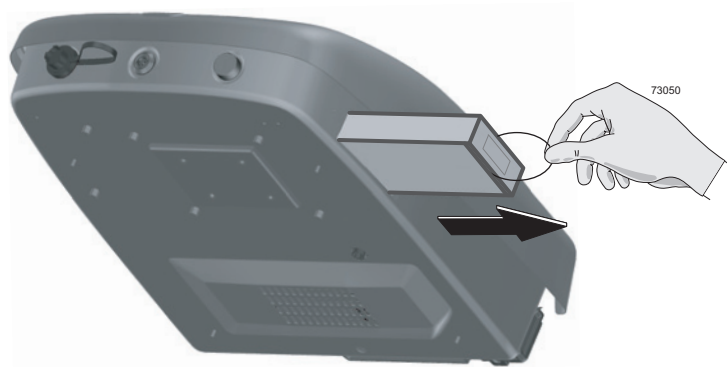

Рис. 6-11. Удаление воздушного фильтра (7900, версия IP65)
4. Установите новый, одобренный компанией Linx фильтр в корпус. Убедитесь, что фильтр установлен правильно: ручка должна быть направлена в сторону от принтера, как показано на Рис. 6-11.